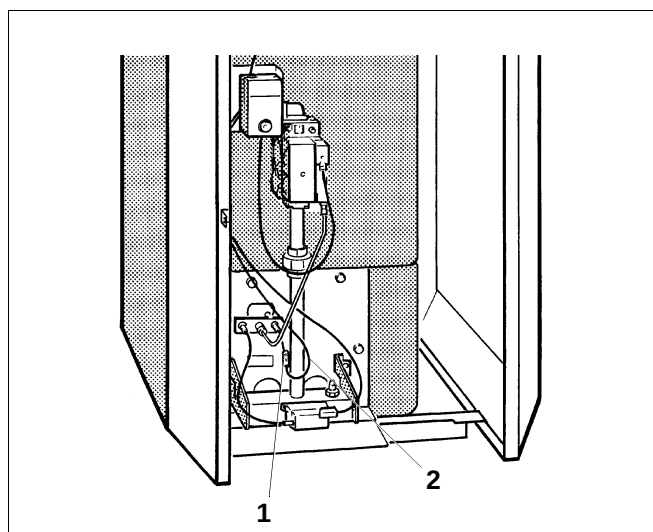

Fig. 32 Câble de contrôle
- Retirer la protection contre les contacts accidentels (fig. 32, **pos. 1**) du câble d'ionisation (fig. 32, **pos. 2**) et retirer la fiche.
Légende pour fig. 32